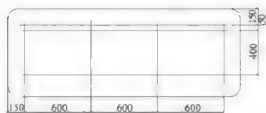

图 6-12
**步骤3:** 偏移直线段。使用“偏移”按钮，以分解矩形的上边为偏移对象，依次向下偏移 150、50 和 400。再以分解矩形的左侧竖直边为偏移对象，依次向右偏移 150、600、600 和 600，最终效果如图 6-12 所示。